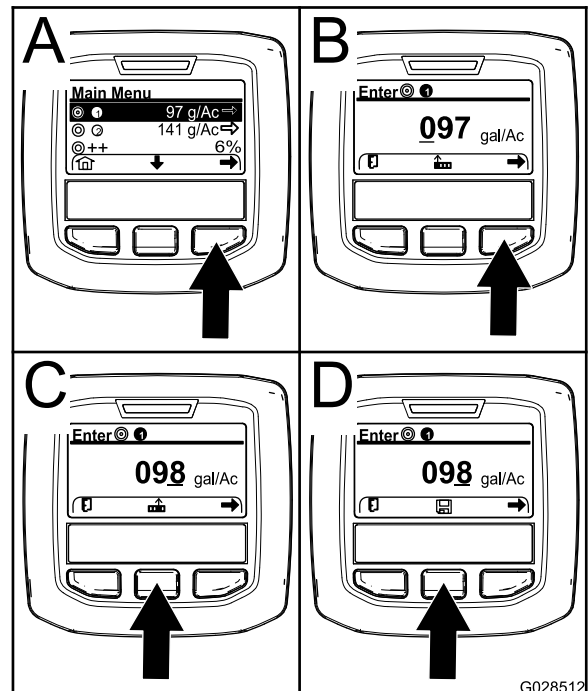

Figure 66
- Si nécessaire, appuyez sur le bouton de sélection central pour mettre en surbrillance le débit d'application du programme 1 (Figure 66).